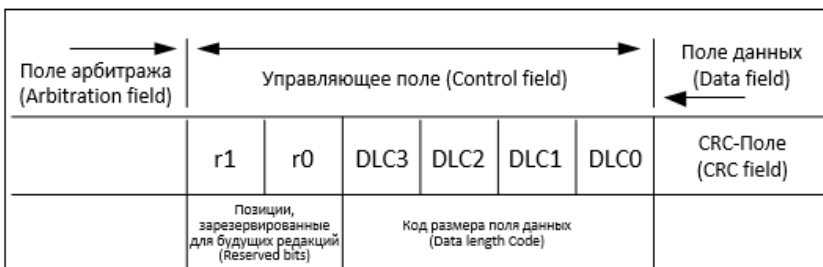

Рис. 1.3. Управляющее поле фрейма данных
- **Управляющее поле (Control Field)**. Управляющее поле (рис. 1.3) содержит 6 битов, из которых 4 бита (DLC0 – DLC4) составляют поле Data Length Code, показывающее количество байтов данных, которое будет передаваться в поле данных; два других бита зарезервированы для следующих редакций протокола.